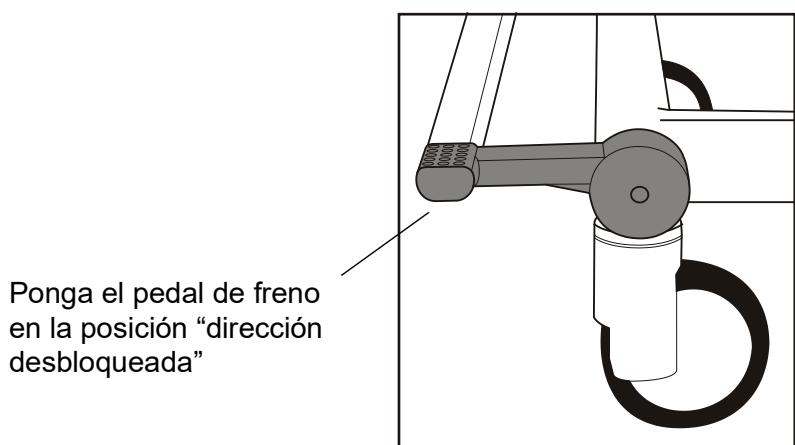

Fig. 6 - Posición de “dirección desbloqueada”
2. Compruebe que los frenos estén desbloqueados y el pedal de freno en la posición “dirección desbloqueada”. (**Véase la Fig. 6**)